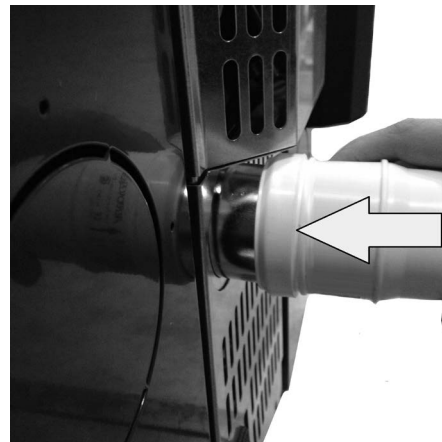

Fig. 14 - Φάση 3
- Βάλτε το θηλυκό σωλήνα  $\varnothing$  6 cm (βλέπε **Fig. 14**).